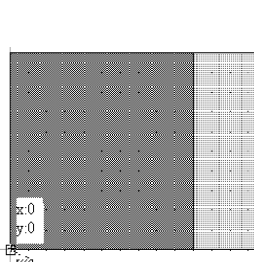
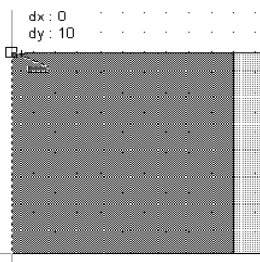
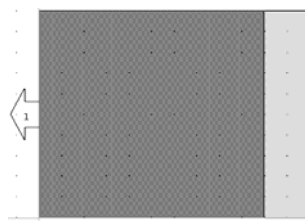

Рис. 4.26
Рис. 4.27
Рис. 4.28
3. Не отпуская клавишу **Ctrl**, нажмите левую кнопку мышки (соответствующее изображение показано на рис. 4.26) и, не отпуская её, двигайте курсор к верхнему левому углу проводника, пока другой квадрат появится на этом углу (рис. 4.27). Отпустите кнопку мышки и клавишу **Ctrl**. Добавленный порт показан на рис. 4.28.